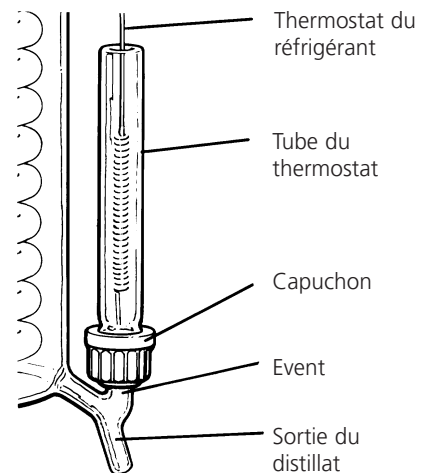

Figure 4a
12. Assembler le tube du thermostat du réfrigérant, le capuchon plastique et l'anneau silicone selon la **figure 4a**.
Le capuchon n'étant pas complètement vissé, glisser délicatement le tube sur l'évent de la sortie du distillat. Visser alors le capuchon. Insérer la sonde du thermostat du réfrigérant dans le tube de verre. Tordre délicatement le fil du thermostat de façon à ce qu'il n'obstrue pas l'accès aux boutons de réarmement des thermostats. Voir **figure 4a**.